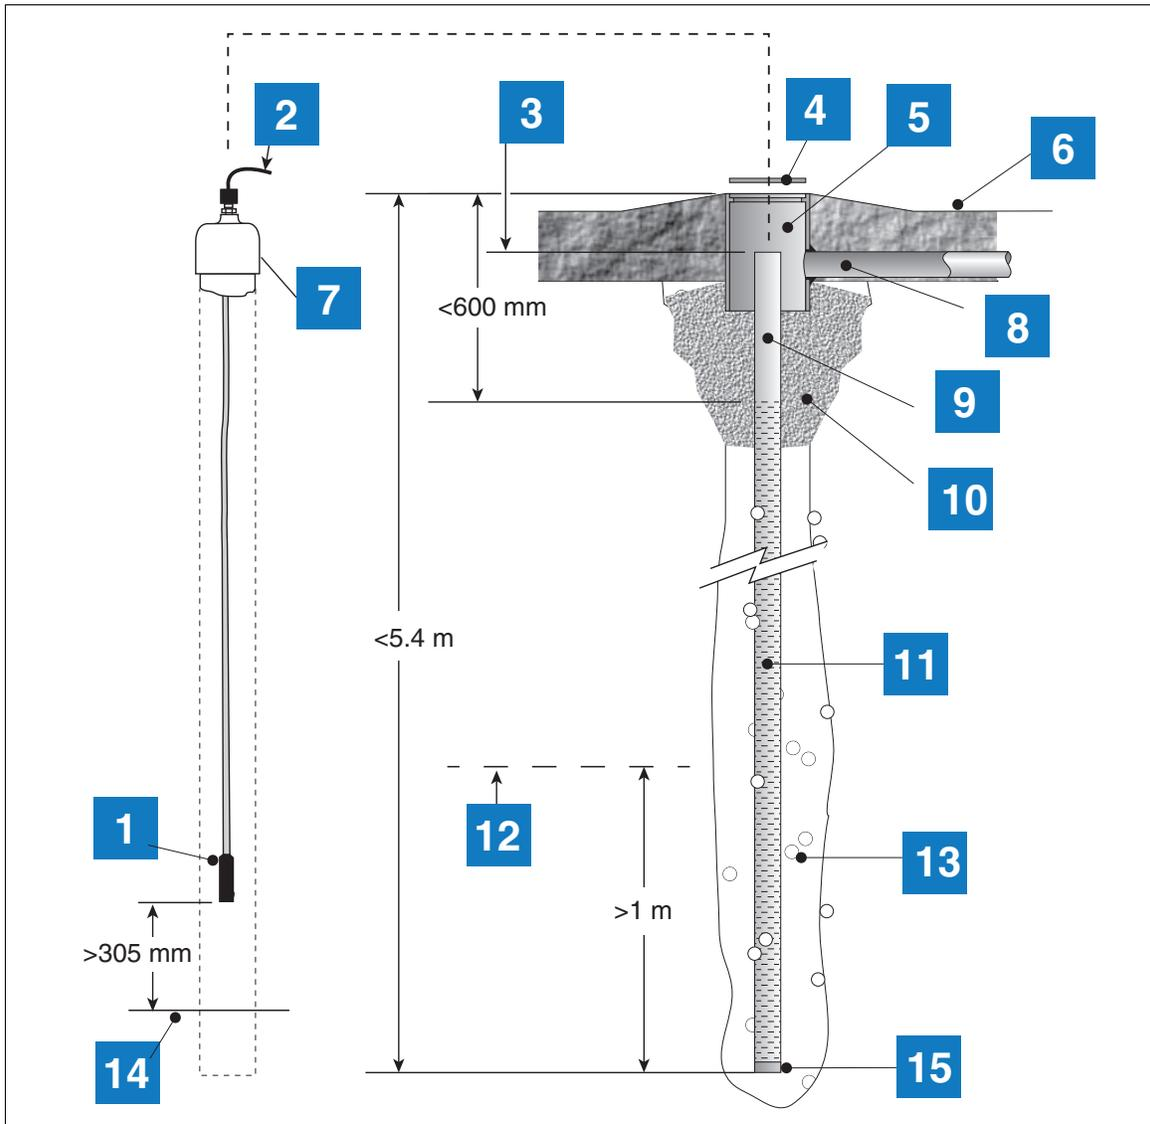

Figura 24. Sección transversal: ejemplo de instalación de un sensor de vapor
**LEYENDA PARA LOS CUADROS NUMERADOS DE LA Figura 24**